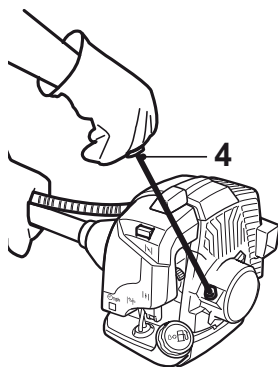
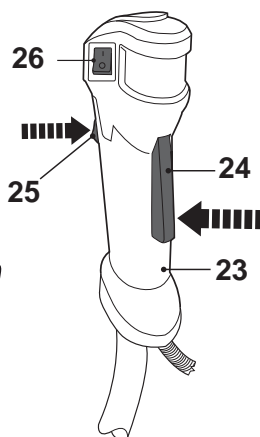

Fig. 25
Fig. 26
- > Maintenez fermement l'appareil et tirez la poignée de démarrage (4) trois fois seulement (Fig. 25).
- > Tirez à nouveau la poignée (4) pour démarrer le moteur (Fig. 25). > Laissez l'appareil fonctionner de 10 à 15 secondes pour le faire chauffer.
- > Actionnez rapidement l'accélérateur (25) pour mener le moteur au ralenti.
- > Une fois que le moteur fonctionne correctement, soulever l'appareil avec précaution et le fixer au harnais (39) au moyen du mousqueton. Appuyez sur le verrouillage de l'accélérateur (24) et sur la commande de ce dernier (25) (Fig. 26).
- > Tirez à nouveau la poignée de démarrage (4) pour démarrer le moteur (Fig. 25).